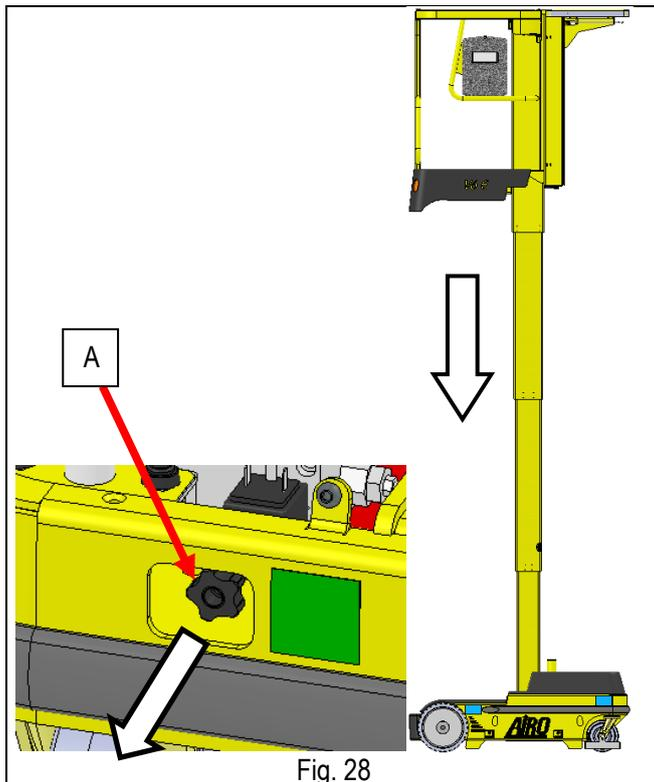

Fig. 28
- Par le biais des 4 trous d'ancrage** placés sur les flancs de la machine, il est possible de soulever la machine avec des crochets et des câbles en acier (ayant un coefficient de sécurité égal à 5, voir le poids de la machine dans les caractéristiques techniques) accrochés aux trous spécialement conçus, signalés par la plaquette comme indiqué dans la fig.28.